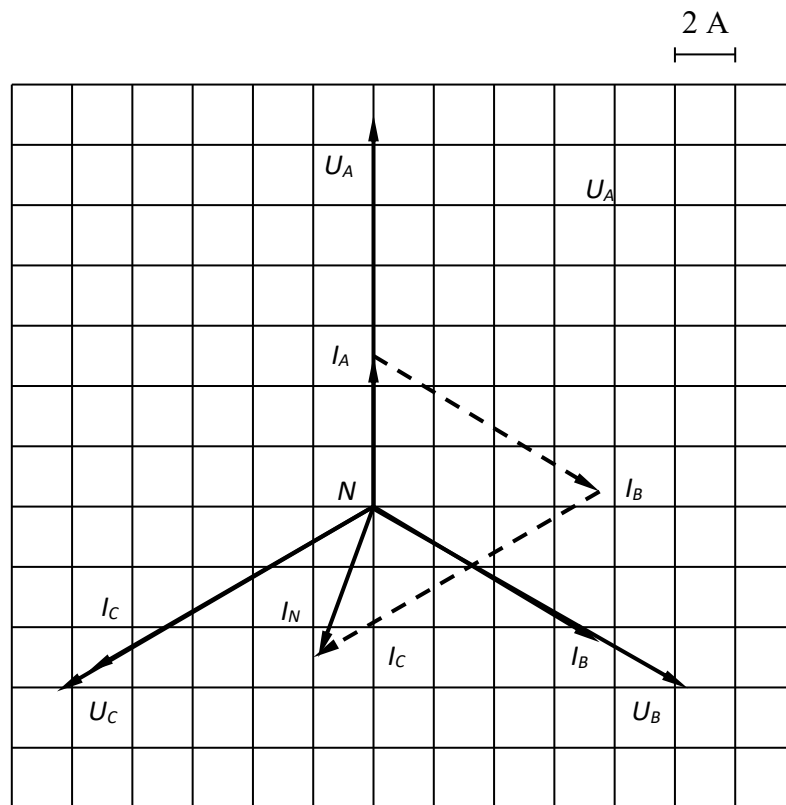

Рис. 1.38
7. Строим звезду фазных напряжений. Углы между векторами этих напряжений  $120^\circ$  (рис.1.38).
На рис. 1.38 представлена векторная диаграмма токов и напряжений.